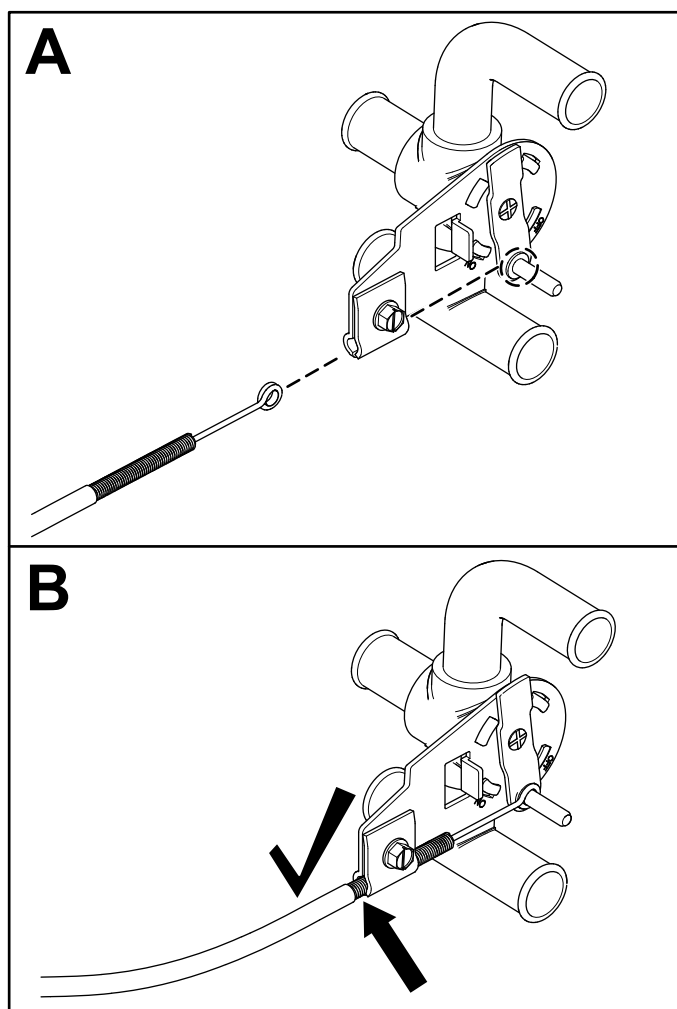

Figura 9
9. Assicuratevi che la valvola dell'acqua si trovi sulla posizione centrale e collegatela all'altra estremità del cavo di comando (Figura 9).